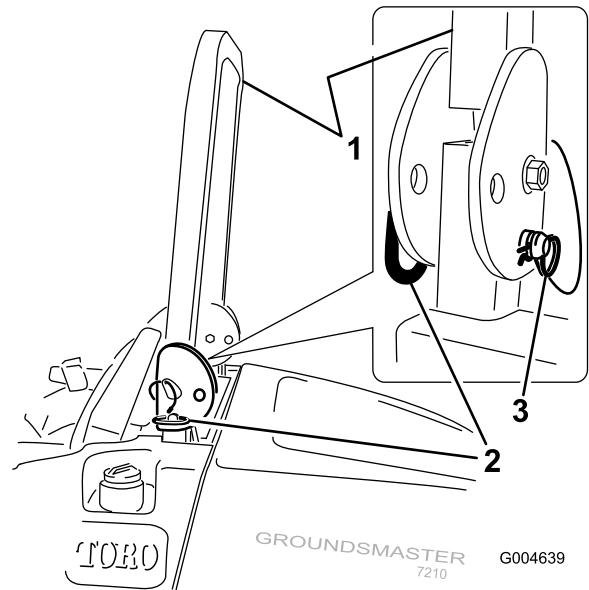

Figure 11
1. Pour abaisser l'arceau de sécurité, retirez les goupilles fendues, poussez l'arceau de sécurité contre les ressorts et retirez les deux goupilles (Figure 11).
3. Placez les deux axes et fixez-les avec les goupilles fendues (Figure 11).
4. Pour relever l'arceau de sécurité, retirez les goupilles fendues puis les deux axes (Figure 11).
5. Relevez complètement l'arceau de sécurité puis insérez les deux axes et fixez ces derniers avec les goupilles fendues (Figure 11).